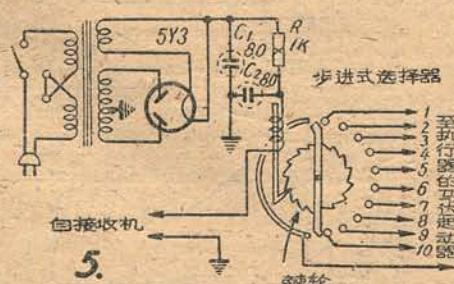

图 5 中继继电器线路
中继回路的中继继电器可用步进式选择器来完成程序控制或其他动作，线路见图5，当发信机发出一个脉冲电波后，接收机的高灵敏继电器即吸动一次，步进式选择器的衔铁也吸上一次，棘轮也跳到第1格，第一号执行器就起动作，等到第二次脉冲收到后，第二号执行器动作，这样根据动作的需要来执行动作。
5. 将装满二氧化锰玻管的开口端用喷灯烧熔封牢，再将玻管全部烧红约半小时以上(图5)。至此，热敏电阻初步制成。